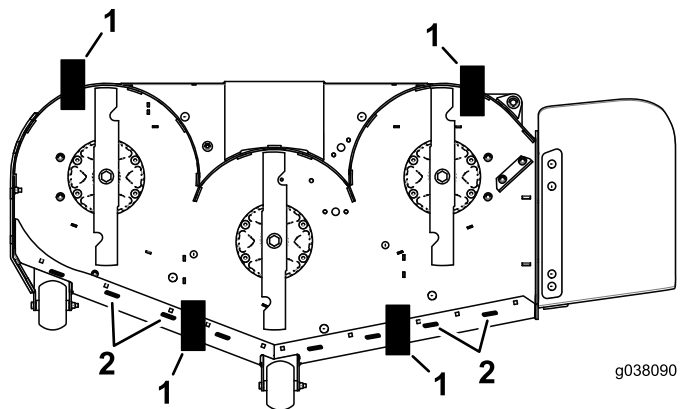

Figure 93
11. Placez une cale (voir le Tableau de hauteur de cale et d'inclinaison) sous le bord arrière de la jupe du tablier de coupe de chaque côté du tablier de coupe (Figure 93).